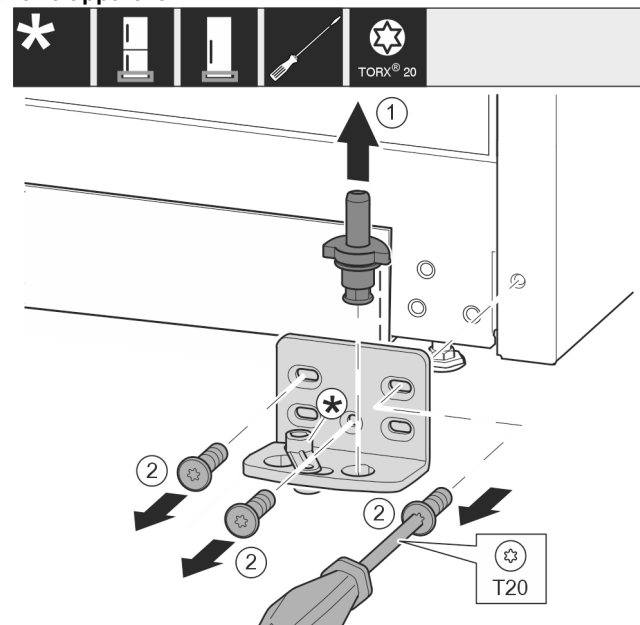

Fig. 12
- ▶ Trekk lagerboltet komplett opp og av. Fig. 12 (1)
- ▶ Skru ut skruene med skrutrekker T20, og ta av lagerbukken. Fig. 12 (2)